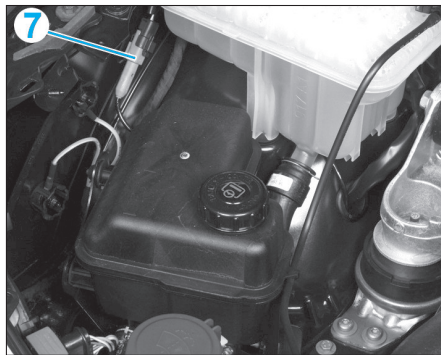

Fig. 62
Débrancher le connecteur (7) (Fig.62).